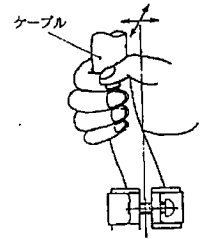

図9
- ③ 参考締め付けトルクまで締め付けた後、図9を参照し、前後左右にケーブルをなじませ、再度、参考締め付けトルクにて締め付ける。
- ④ プラグ本体側面の止めねじを締め付ける。
- ⑤ クランプねじを締め付け、クランプサドルをケーブルクランプに装着する。
- ④ 中継プラグ側面の止めねじを締め付ける。